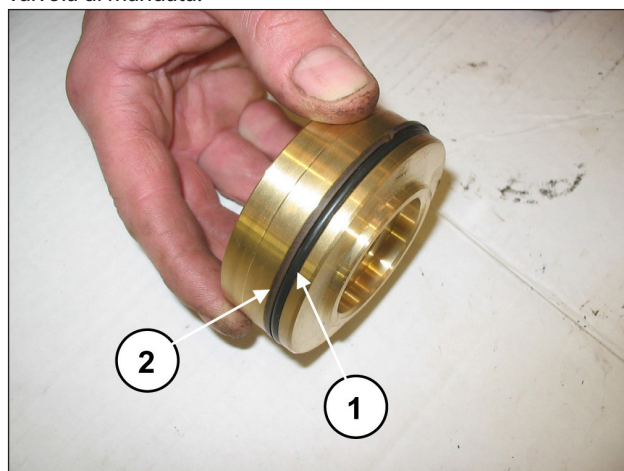

Fig. 104
Montare O-ring, pos. esplosa n. 17 (pos. ①, Fig. 104) e anello antiestrusione, pos. esplosa n. 21 (pos. ②, Fig. 104) sul tappo valvola di mandata.